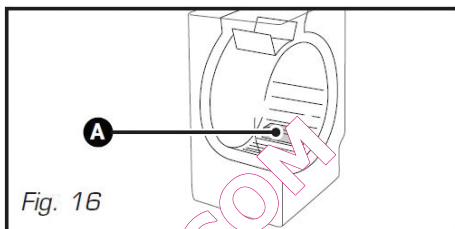

Fig. 16
— Ouvrez les portillons du tambour. Au fond de ce dernier vous voyez apparaître une pièce en plastique (A) (Fig. 16).